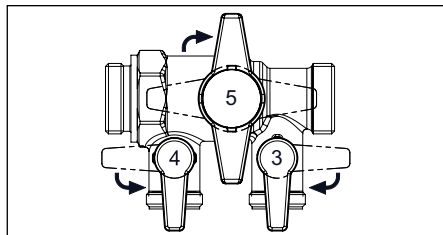

Fig. 6.11 Ensemble de remplissage et de rinçage
2. Fermer le robinet à tournant sphérique (5) au milieu de l'ensemble de remplissage et de rinçage (fig. 6.11).
3. Ouvrir le robinet de remplissage (3) et le robinet de vidange (4) de l'ensemble de remplissage et de rinçage (fig. 6.11).